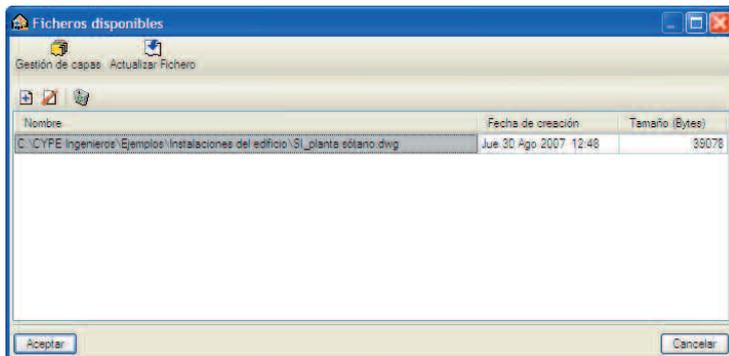

Fig. 1.12
- Pulse **Aceptar** desde la ventana **Ficheros disponibles** (Fig. 1.12) para volver a la ventana **Gestión de vistas de plantillas**.